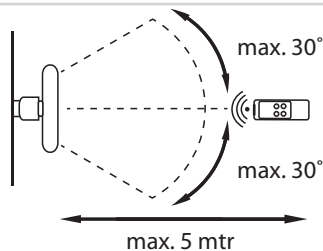

Figura 3
- La distancia entre el aparato y el mando a distancia que no será más de 6 metros. (Véase Figura 3).
- Apunte el mando a distancia hacia el aparato y asegúrese de que el ángulo es menor de 30 grados. (Véase Figura 3).